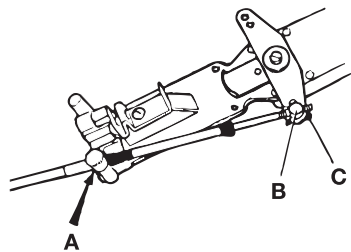

Fig. 9
- Stecken Sie den Getriebe-Schaltzug durch eine der Schaltzug-Halterungen A Fig.9) und stellen Sie sicher, dass der Zug sicher eingerastet ist.
- Setzen Sie den Nippel in das richtige Loch des Getriebe-Schaltrms (B Fig.9) und sichern Sie den Nippel mit dem Splint (C Fig.9).